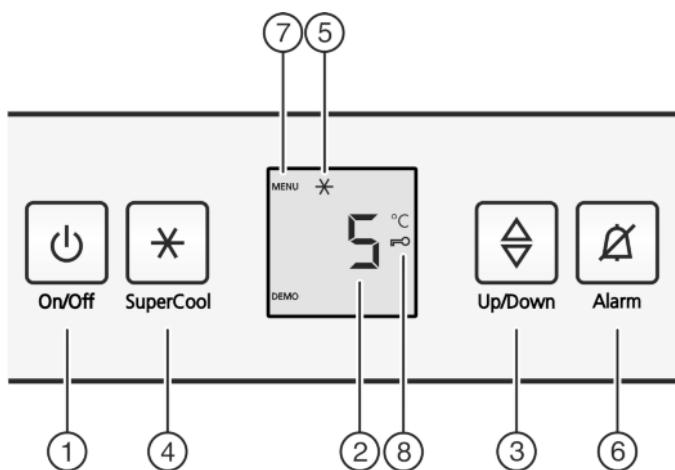

Fig. 2
- Нажать кнопку On/Off Fig. 2 (1).
- Нажмите кнопку «SuperCool» Fig. 2 (4) и удерживайте ее прим. 5 секунд.
- На индикаторе будет отображаться символ «Меню» Fig. 2 (7).
- Для подтверждения нажать и отпустить кнопку «SuperCool» Fig. 2 (4).
- На индикаторе горит символ «Защита от детей» Fig. 2 (8).
- Нажать и отпустить кнопку «On/Off» Fig. 2 (1).
- Нажмите кнопку Alarm Fig. 2 (6).
- Активация модуля регулировки температуры: нажмите кнопку настройки Fig. 2 (3).
- Температуру меняйте ступенями по 1 °C: нажимайте кнопку настройки Fig. 2 (3) до тех пор, пока на индикаторе температуры не будет высвеченa требуемая температура.
- Коротко нажмите кнопку SuperCool Fig. 2 (4).
- На индикации горит символ SuperCool Fig. 2 (5).
- Символ SuperCool Fig. 2 (5) на индикации гаснет.